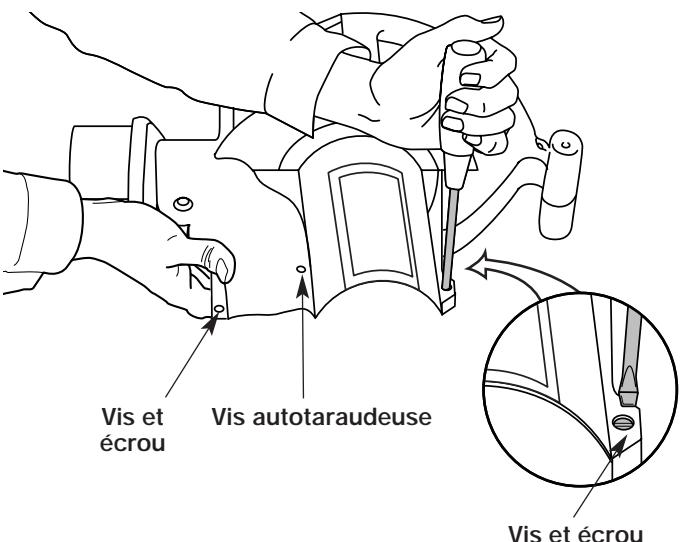

Fig. 2
- Insérez les 2 (deux) vis à fente T20 Torx 8-32 x 3/4" dans le côté droit du carter moteur et les 2 (deux) écrous dans le côté gauche du carter moteur (Fig. 2).
- Installez les 2 (deux) vis autotaraudeuses à fente T20 Torx 8-16 x 3/4" restantes dans les orifices situés sur chacun des côtés du carter (Fig. 2). Serrez-les bien, mais ne les serrez pas trop.